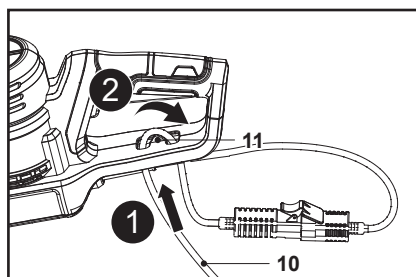

Fig. 3
2. Îndoiaie înapoi cablul de alimentare (10) la aproximativ 20 cm de ansamblul mufelor și introdu bucla prin gaura suportului de cablu (11), apoi prinde bucla peste cârlig (Fig. 3, pașii 1, 2).